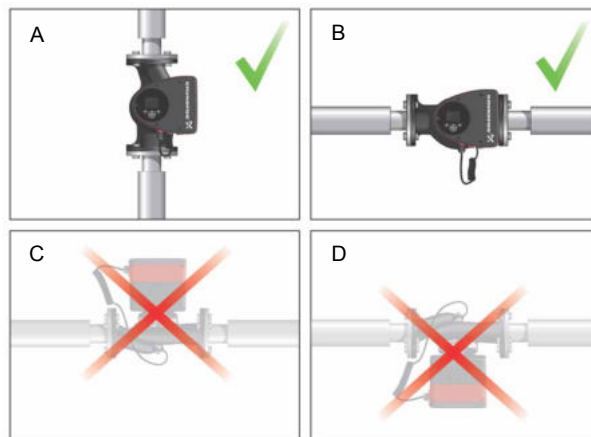

Fig. 7 Circulador instalado com o veio do motor na horizontal.
- Circulador instalado correctamente numa tubagem vertical. Consulte a fig. 7, pos. A.
- Circulador instalado correctamente numa tubagem horizontal. Consulte a fig. 7, pos. B.
- Não instale o circulador com o veio do motor na vertical. Consulte a fig. 7, pos. C e D.